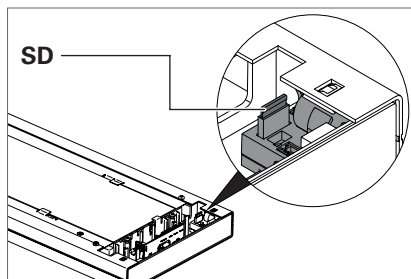

Fig. 6: Inserire la scheda SD
- Inserire la scheda di memoria **SD** nello slot del modulo TIME, vedi Fig. 6.